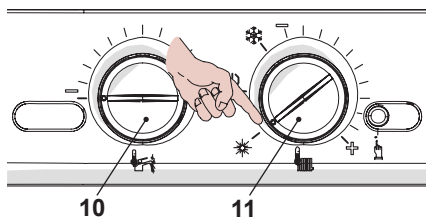

Рисунок 2.5
- Поверните переключатель 11, как показано на рисунке, см. Рисунок 2.5.